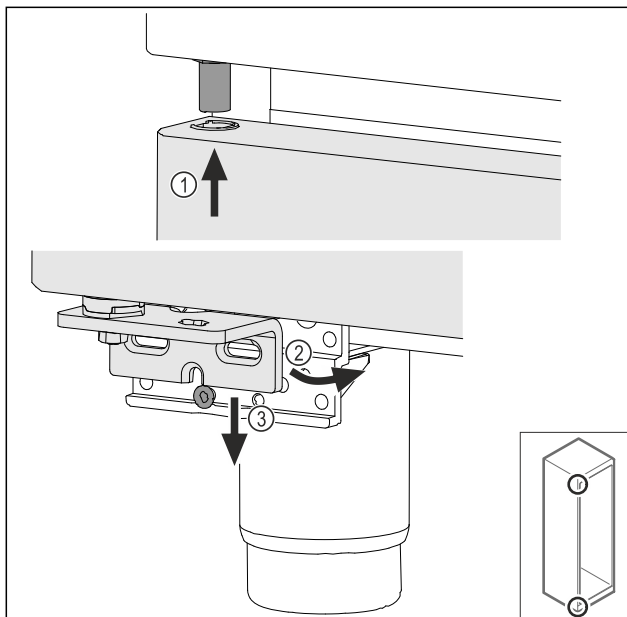

Fig. 40
- ▶ Установите дверь под небольшим уклоном сверху Fig. 40 (1), выровняйте ее прямо Fig. 40 (2) и смонтируйте снизу на винт опорного кронштейна Fig. 40 (3).